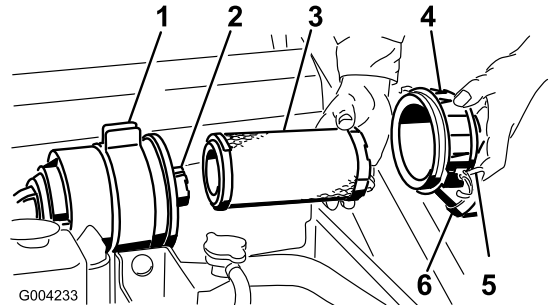

Figure 33
3. Ouvrez les dispositifs de verrouillage du filtre à air et enlevez le couvercle du corps du filtre (Figure 33).
6. Sortez l'élément principal du corps du filtre avec précaution (Figure 33). Évitez de cogner l'élément à l'intérieur du corps.
9. Si vous remplacez l'élément filtrant de sécurité, insérez-le avec précaution dans le corps du filtre (Figure 33).
- Placez ensuite l'élément principal sur l'élément de sécurité avec le même soin (Figure 33). Assurez-vous qu'il est bien engagé en appuyant sur le rebord extérieur.
- Reposez le couvercle du filtre à air, le côté portant l'inscription "UP" en haut, et fermez les dispositifs de verrouillage (Figure 33).